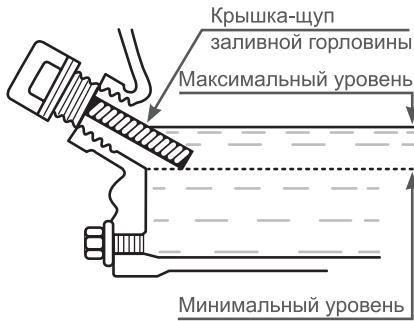

Рис.24
- Извлеките крышку/щуп заливного отверстия и начисто протрите её (Рис.24).
! Нормальным считается, когда масло находится на уровне нижнего края заливной горловины (A) Рис.24.